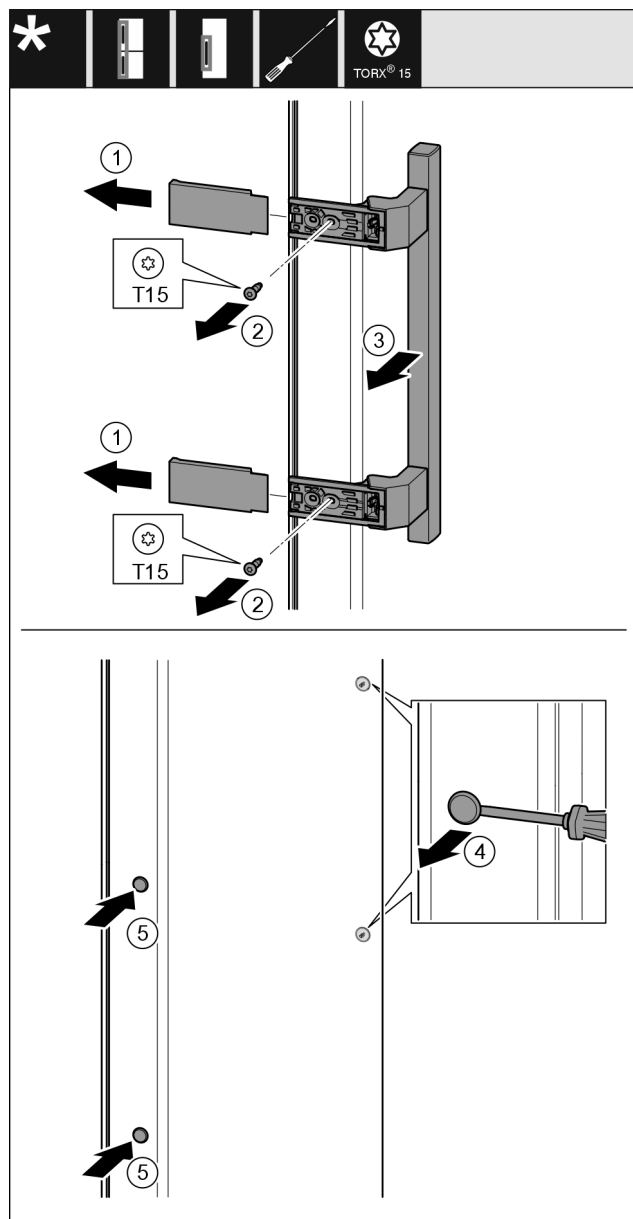

Fig. 21
- 拆下盖板 Fig. 21 (1)。
- 用螺丝刀将螺钉 Fig. 21 (2)旋开。
- 取下把手 Fig. 21 (3)。
- 用带槽螺丝刀小心地提起侧边的堵头 Fig. 21 (4)并将其拉出。
- 将堵头 Fig. 21 (5)重新放入另一个侧。